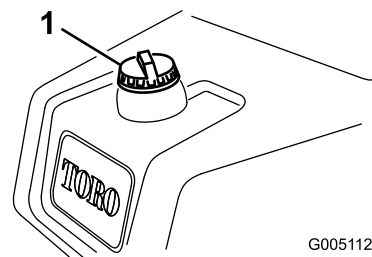

図 26
1. 燃料キャップ（図 26）の周囲をきれいに拭いてキャップ外す。